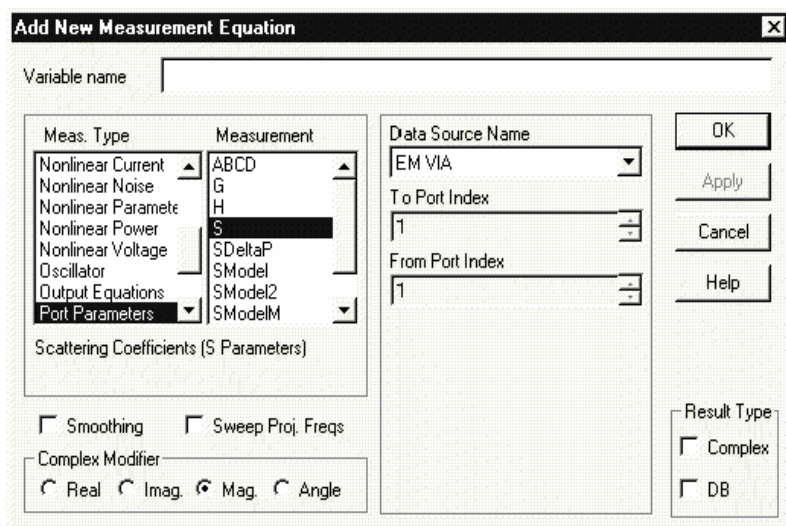

Рис. 2.26
- Выберите **Add > Output Equation** в выпадающем меню. Откроется диалоговое окно **Add New Measurement Equation** (Добавит новую измеряемую величину уравнения), показанное на рис. 2.26. В текстовом поле **Variable name** (Имя переменной) введите **S11**, в списке **Meas. Type** отметьте **Port Parameters**, в списке **Measurement** отметьте **S**, в поле **Data Source Name** введите **atr20**, щёлкая по кнопке справа от этого поля, введите **1** в оба поля **To Port Index** и **From Port Index**, щёлкая по кнопкам справа от этих полей, установите переключатель **Mag** в области **Complex Modifier**, снимите галочку в переключателях **Complex** и **DB** области **Result Type**, если они установлены, щёлкните **ОК**. В окне уравнений появится поле ввода с курсором в виде крестика. Двигая мышку, установите это поле в верхней части окна уравнений и щёлкните левой кнопкой мышки. Появится выражение
2. Выберите **Add > Output Equation** в выпадающем меню. Откроется диалоговое окно **Add New Measurement Equation** (Добавить новую измеряемую величину уравнения), показанное на рис. 2.26. В текстовом поле **Variable name** (Имя переменной) введите **S11**, в списке **Meas. Type** отметьте **Port Parameters**, в списке **Measurement** отметьте **S**, в поле **Data Source Name** введите **atr20**, щёлкая по кнопке справа от этого поля, введите **1** в оба поля **To Port Index** и **From Port Index**, щёлкая по кнопкам справа от этих полей, установите переключатель **Mag** в области **Complex Modifier**, снимите галочку в переключателях **Complex** и **DB** области **Result Type**, если они установлены, щёлкните **OK**. В окне уравнений появится поле ввода с курсором в виде крестика. Двигая мышку, установите это поле в верхней части окна уравнений и щёлкните левой кнопкой мышки. Появится выражение